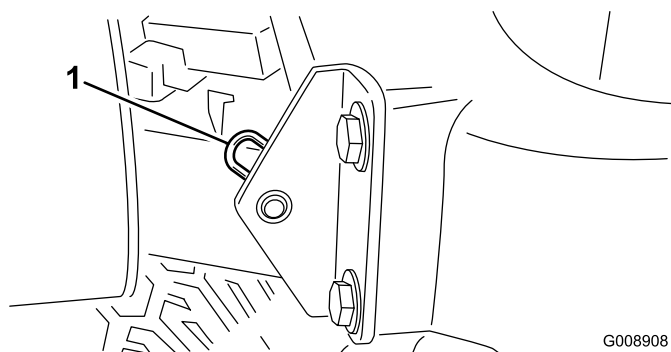

Figura 30
2. Retire el pasador que fija el pivote del capó a los soportes (Figura 30).
Nota: Los acoplamientos engrasados de los rodillos (Figura 30) requieren el uso de un adaptador de boquilla para la pistola de engrasar. Solicite la Pieza Toro N° 107-1998 a su Distribuidor Autorizado Toro.